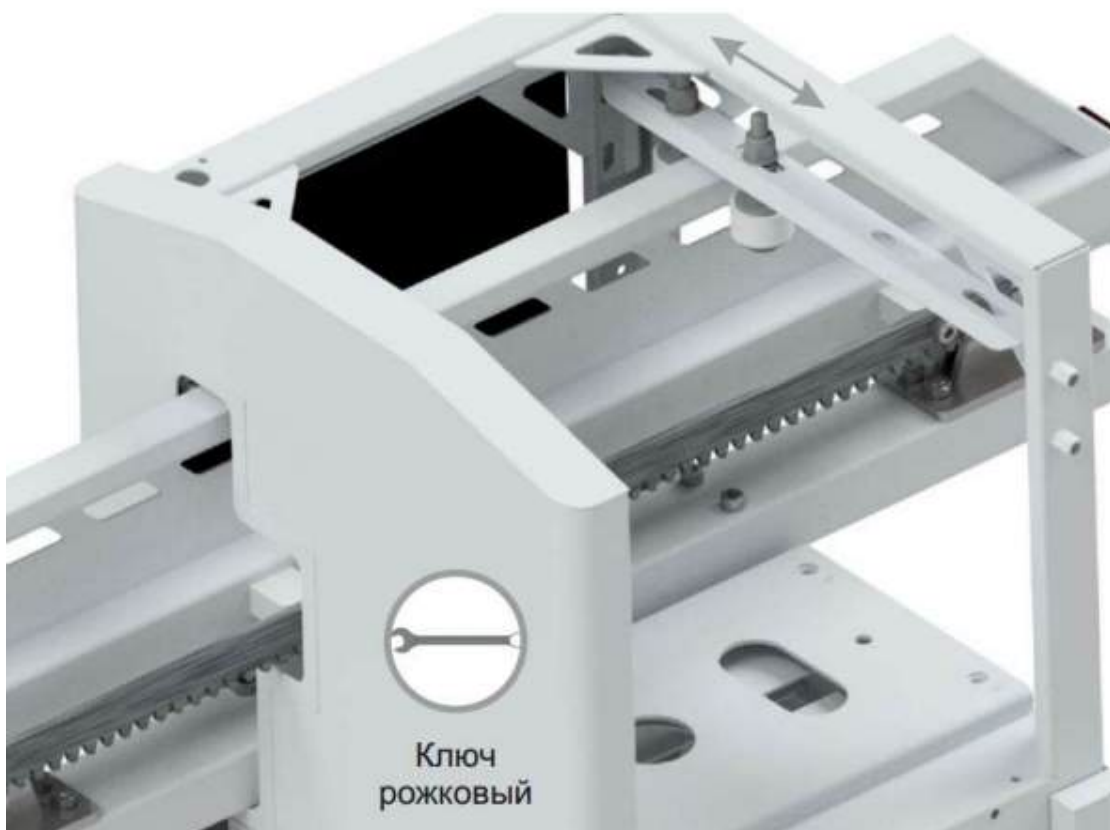

Рисунок 17. Регулировка верхних роликовых направляющих
- Зазор между дном чаши ловителя и пластиковой вставкой ролика должен составлять 5–10 мм (см. Рисунок 17). Ролик не должен ударяться о дно при въезде.